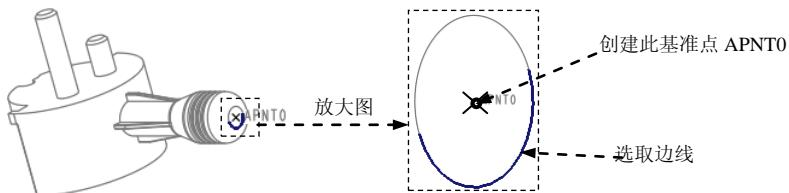

图 10.28 创建基准点 APNT0
Step1. 创建图 10.28 所示的基准点 APNT0。
- ① 在 模具 功能选项卡 基准 区域单击创建“基准点”按钮 .
- ② 在图 10.28 中选取坯料的边线。
- ③ 在“基准点”对话框的下拉列表中选取 居中 选项。
- ④ 在“基准点”对话框中单击 按钮。